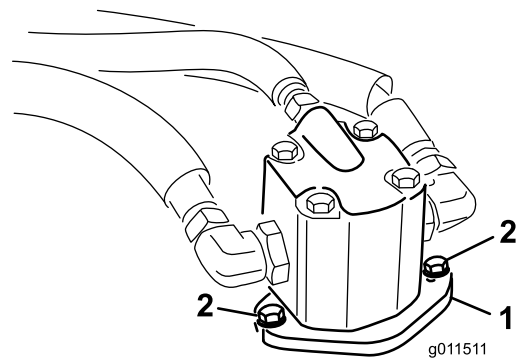

Figure 94
4. Enlevez les boulons qui fixent le moteur hydraulique au plateau de coupe (Figure 94).